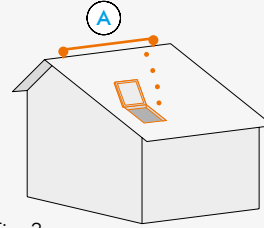

Fig. 3
- **rakennuksen sisäpuolelta** asianmukaisen kattoluukun kautta (Fig. 3).